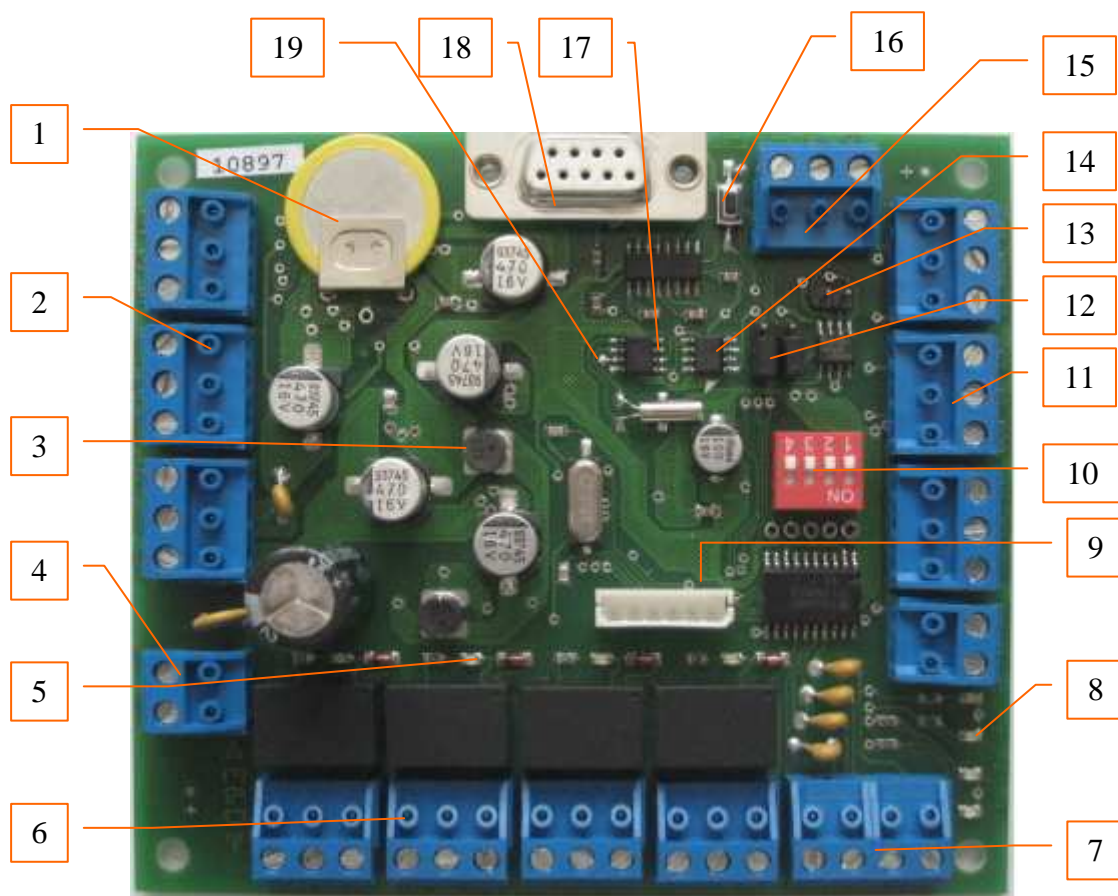

Рисунок 1. Внешний вид и функциональный состав контроллера БК-10.5.хх.
Контроллер БК-10.5.хх состоит из следующих функциональных элементов (смотри рис.1):
**Таблица 1.** Назначение входных контактов контроллера БК-10.5.хх (поз.11, рис.1 снизу вверх).
**Таблица 2.** Назначение выходных контактов типа ОК БК-10.5.хх (поз.7, рис.1 слева направо).
Описание релейных выходов (поз.6, рис.1 слева направо):
**Таблица 3.** Назначение контактов универсального разъема подключения считывателей (поз.2, рис.1 сверху вниз). В последнем столбце приведены цвета проводов считывателя PERCo-RM-2VR.
**Таблица 4.** Назначение контактов разъема DB9 интерфейса RS232 подключения к ПК (поз.18, рис.1).
**Таблица 5.** Назначение контактов разъема RS485 (поз.15, рис.1 справа налево).
**Таблица 7.** Назначение контактов разъема питания (поз.4, рис.1 сверху вниз).
**Таблица 8.** Назначение конфигурационного переключателя SW1 (поз.10, рис.1).
**Таблица 9.** Назначение светодиодов контроллера (поз.8, рис.1 снизу вверх).